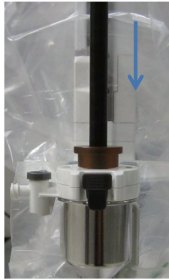

図 3:シャフト下部へのインストゥルメントイントロデューサの移動
- (5) 本品を抜去する直前に、再度本品先端側のカニューラシール内にスライドさせる。(図3)